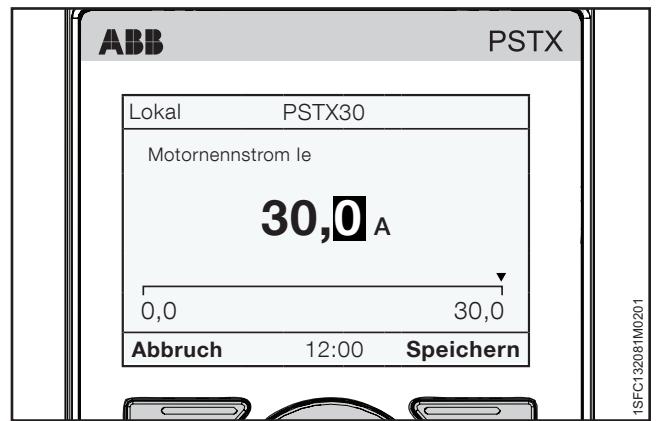

Abbildung 6.9
1. Die Startansicht ist die oberste Ebene. Drücken Sie auf  „Menü“, um das Menü zu öffnen. Die Anzeige entspricht jetzt **Abbildung 6.9**.
Siehe **Abbildung 6.9**. Wenn Sie den Vorgang beenden möchten, wählen Sie  „Abbrechen“.